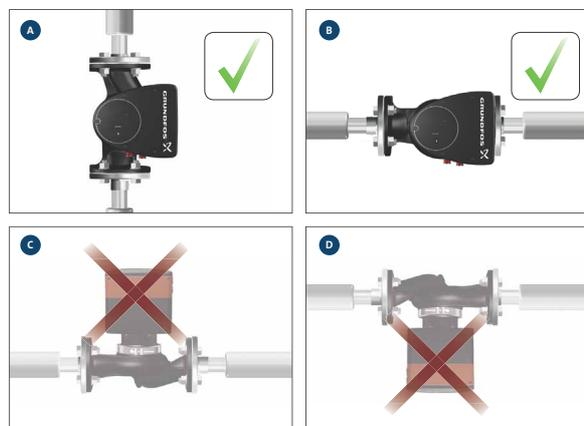

Fig. 8 Pompă instalată cu arborele motorului orizontal
- Pompa instalată corect într-o țevă verticală. Vezi fig. 8, poz. A.
- Pompa instalată corect într-o țevă orizontală. Vezi fig. 8, poz. B.
- Nu instalați pompa cu arborele motorului vertical. Vezi fig. 8, poz. C și D.